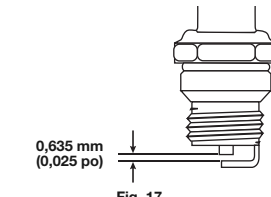

Fig. 17
- Remplacez toute bougie fendue, encrassée ou sale. Réglez l'écartement sur **0,635 mm (0,025 po)** à l'aide d'une jauge d'épaisseur (Fig. 17).